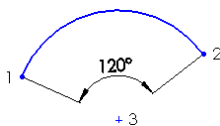

图 2-85 圆弧角度标注
【例 2-36】以如图 2-85 所示图形为例，介绍圆弧角度的操作步骤：
**02** 设置标注的位置。单击图 2-85 中的圆弧上的点 1，然后单击圆弧上的点 2，再单击圆心 3，此时系统出现“修改”对话框。在其中输入要标注的角度值，然后单击对话框中的确定“确定”图标按钮，此时在左侧出现“尺寸”属性管理器；
**03** 确认标注的圆弧角度。单击“尺寸”属性管理器中的“确定”图标按钮，完成圆弧角度尺寸的标注。结果如图 2-85 所示。